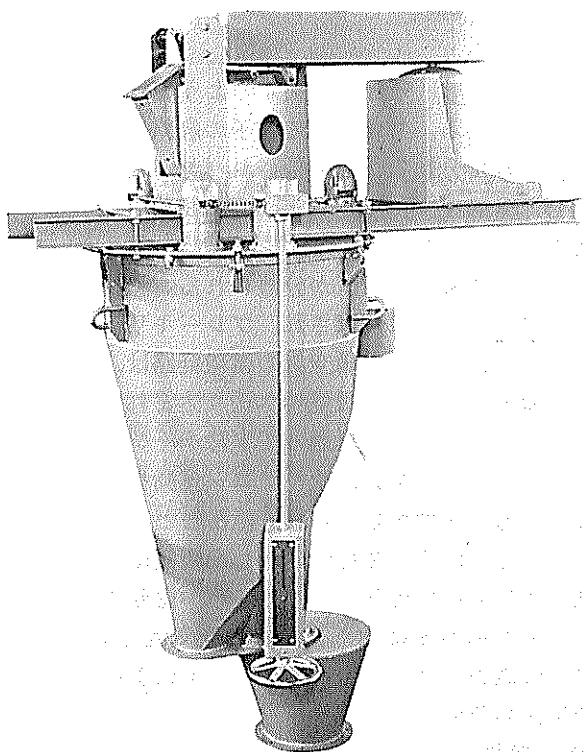

図4 たて形(V形)の外観
たて型 (V型) 分級機は図 4 のような外観と図 5 のような構造である。分級される粒子の経路は、原料入口①から送られて分散板②で分散されパンパリング③で方向転換し、分級室④に送り込まれる。微粉 (●) と空気の混合物は、クロスフローファン⑤に吸い込まれ、微粉サイクロン⑧で微粉と空気が分離される。粗粉は (○) 遠心力によって外側に飛ばされ、ブレーキリング⑯にあたり粗粉室に落ちる。分級空気の循環経路は、まず整流羽根⑭で渦流にされて分級室④へ送り込まれ、クロスフローファンの上部開口⑥を通じて下降チャンネル⑦へ吸い込まれる。ここで空気はサイクロン運動を起こすのに必要な、圧力と速度が与えられ、微粉とともに微粉サイクロン⑧へ送られる。微粉と分離した空気は、ファンの下部開口⑯を通じて再びもとのところへ返りこれを繰り返す。このため空気は内部循環式の空気流である。また、分級点の調整はブレーキリングの上下によって分級室の空気流の角度を変えて行なう。